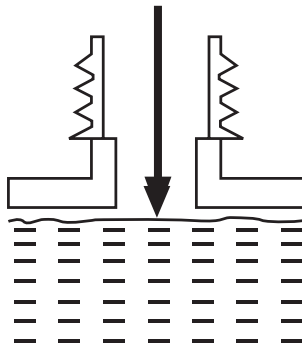

Abb. 12, maximaler Füllstand Ketten-Öl
5. Überfüllen Sie den Tank nicht (Abb. 12).